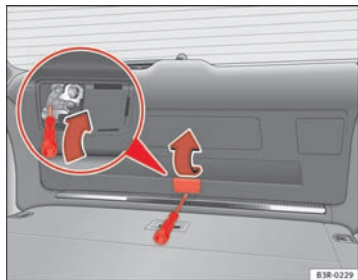

Fig. 76 Vue partielle du hayon : dispositif de déverrouillage d'urgence
- Relevez le cache ⇒ fig. 76 -flèche-.
- Introduisez le tournevis dans l'orifice ⇒ fig. 76 -flèche- et appuyez dans le sens de la flèche pour déverrouiller le hayon. ■